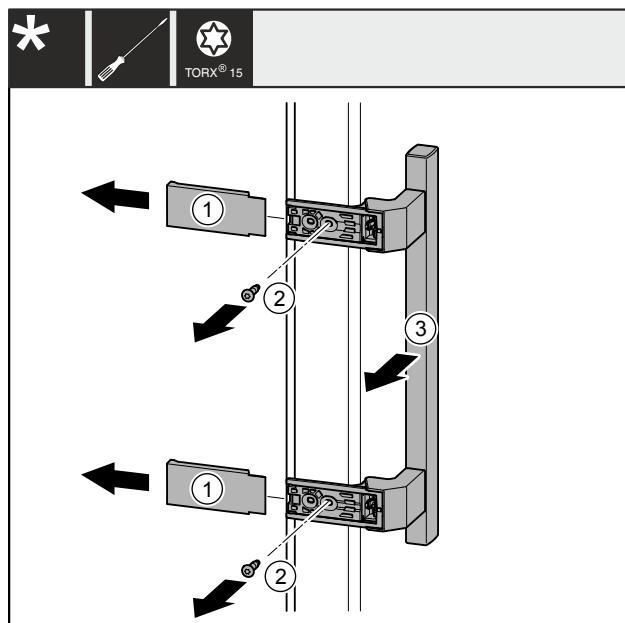

Fig. 33
- Lagerbock auf der anderen Seite ansetzen und mit Hilfe eines Schraubendrehers anschrauben. Mit Schraube Fig. 33 (1) unten in der Mitte beginnen.
- Schraube Fig. 33 (2) und Schraube Fig. 33 (3) fest-schrauben.
- Schließdämpferverbindung Fig. 33 (4) um 180° drehen. Auf der anderen Seite des Lagerbocks mit Schraubendreher anschrauben.
- Lagerbolzen Fig. 33 (5) komplett einsetzen. Dabei darauf achten, dass der Rastnocken nach hinten zeigt.